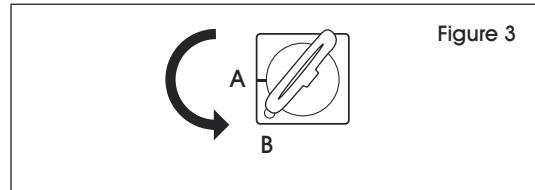

Figure 3
2. Tournez-la dans le sens antihoraire vers la position B. (Voir Figure 3)